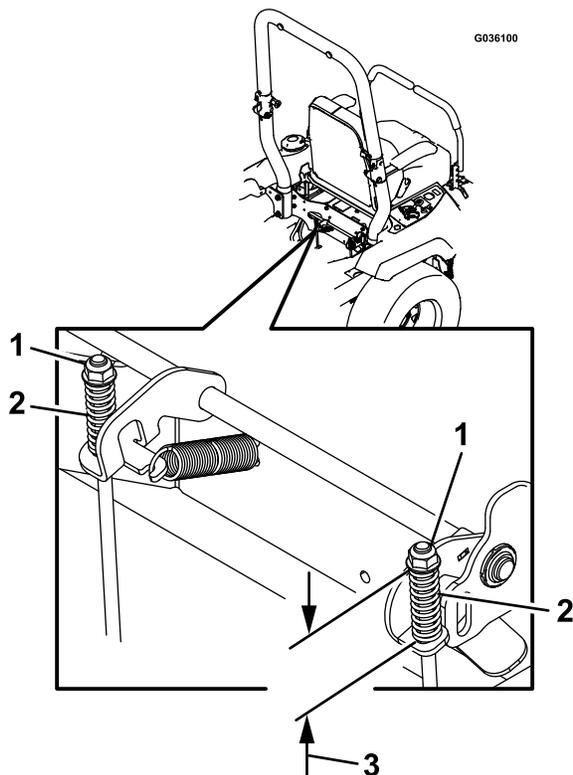

**Figura 58**
6. Per eventuali regolazioni, disinnestate il freno di stazionamento. Rimuovete la coppia dall'albero di collegamento del freno (Figura 58).